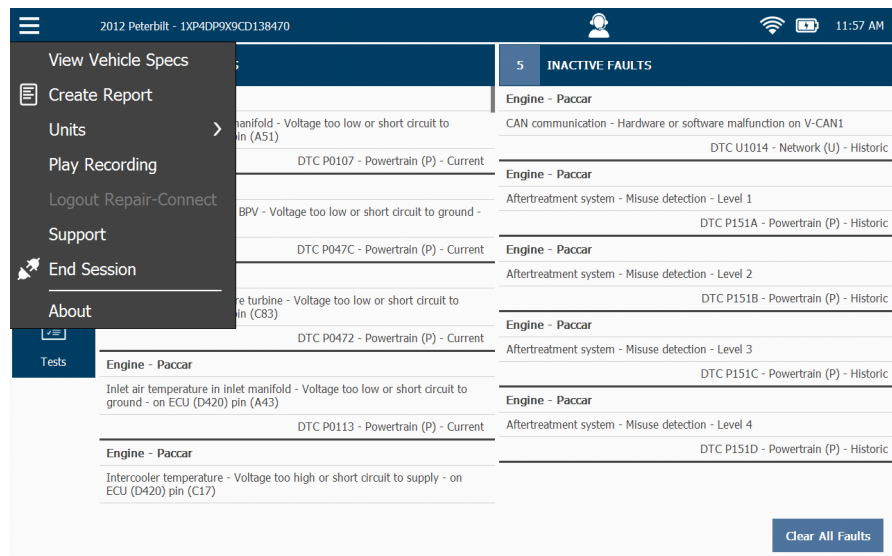

Figura 4.57 Menú de Diagnóstico
- 3 Toque la **flecha atrás** para regresar al Menú de Diagnóstico (Figura 4.57).